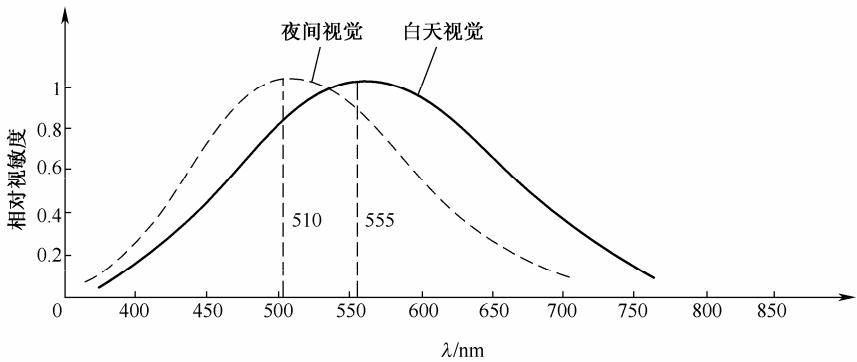

图 4-11 相对视敏度曲线
1) 亮度特性。对于同一波长的光，当光的辐射功率不同时，则给人的亮度感觉也不同。但如果辐射功率相同而波长不同，则给人的亮度感觉也是不同的。这种不同，通常用相对视敏度曲线来表示，如图 4-11 所示。